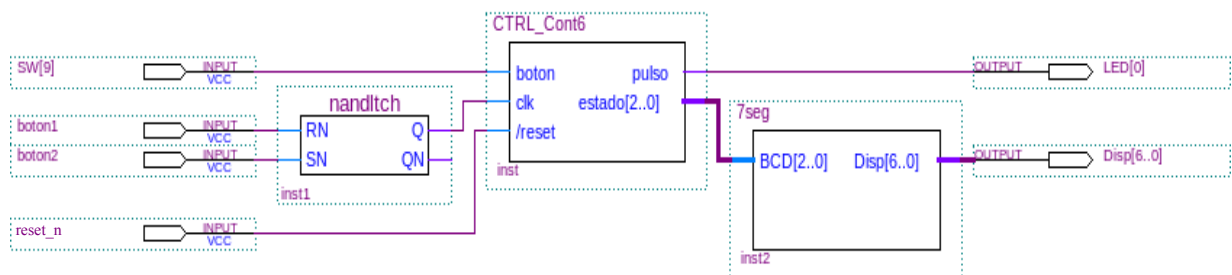

Figura 4. Circuito de prueba para la parte c).
- Generar un proyecto en el **Quartus** con el circuito de la figura 4 donde la entrada **reset_n** se conectará al switch 0, la entrada **SW[9]** al switch 9, las entradas **boton1** y **boton2** a los pulsadores 1 y 2 respectivamente, y la salida **LED[0]** al led 0. Analizar el circuito, programar en la placa y verificar el funcionamiento. Se deberán probar todos los casos posibles.
- Breve explicación de cómo será probado el circuito de la Figura 4 y qué deberá observarse en la placa DE0.